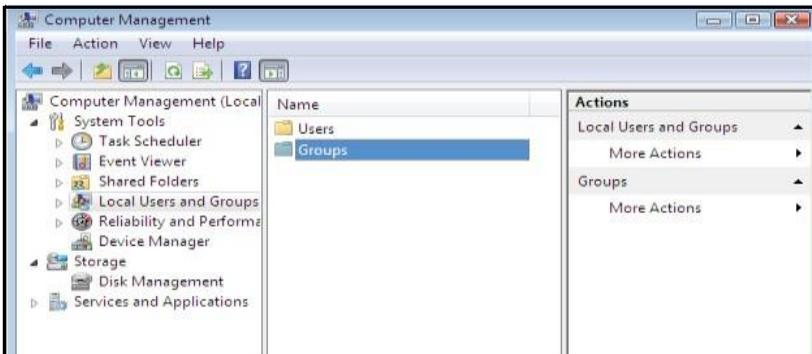

图 104: 本地用户和组窗口
3. 在 **Computer Management** 界面, 点击本地用户和组, 点击组 (图 104).